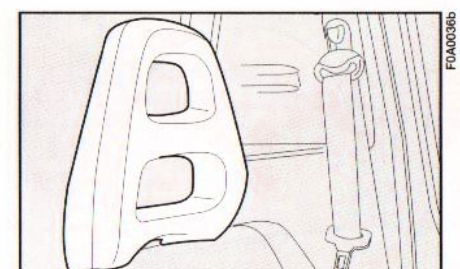

Abb. 60
- nicht einstellbar **Abb. 60**;